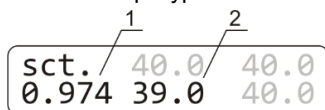

Рисунок 4. Изменение коэффициента:
- 6.4.6 С помощью кнопок **▲** и **▼ Temp.** или **T (°C)** измените коэффициент калибровки (рис. 4/1) так, чтобы новое значение температуры (рис. 4/2) соответствовало температуре независимого сенсора. В нашем примере коэффициент калибровки будет равен 0,974.